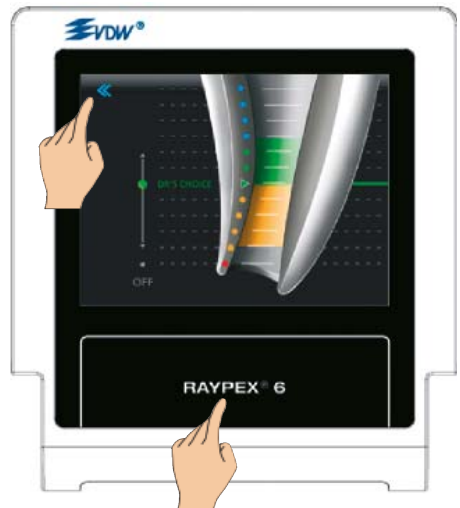

Рис. 26. Выход из опции DR'S CHOICE
- Для выхода из опции DR'S CHOICE коснитесь стрелки возврата или поля RAYPEX®6 «Home» (рис. 26).